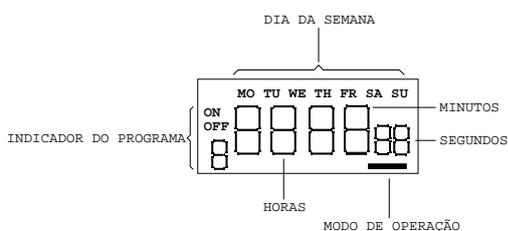

Fig. 04 - Identificação dos elementos do Visor
Pressione a tecla **TIMER** para ter acesso e determinar os programas ON/OFF. O número do programa sob ajuste é mostrado à esquerda do visor. Observe **Fig. 04**. O primeiro ajuste refere-se ao programa 1, e determina o momento de LIGAR (ON) a saída. Note que a mensagem **ON** é mostrada sobre o número do programa.
- ◆ Pressione **DAY** para determinar os dias a saída deve ser LIGADA (ON). Observe que a indicação dos dias da semana é alterada a cada pressionar da tecla **DAY**: